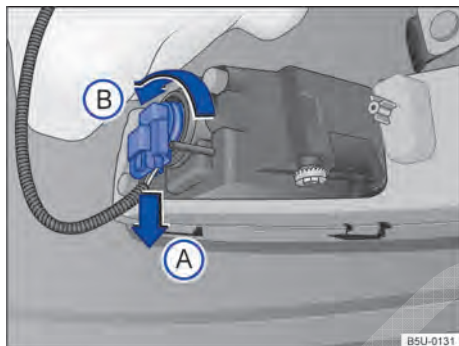

Fig. 166 Atrás do para-choque dianteiro: acesso à lâmpada incandescente do farol de neblina.
2. Desencaixar o conector de alimentação da lâmpada → Fig. 166 no sentido da seta , pressionar, ao mesmo tempo, a trava de fixação do conector.
3. Girar o soquete da lâmpada → Fig. 166, no sentido anti-horário da seta , e desencaixá-lo do alojamento.